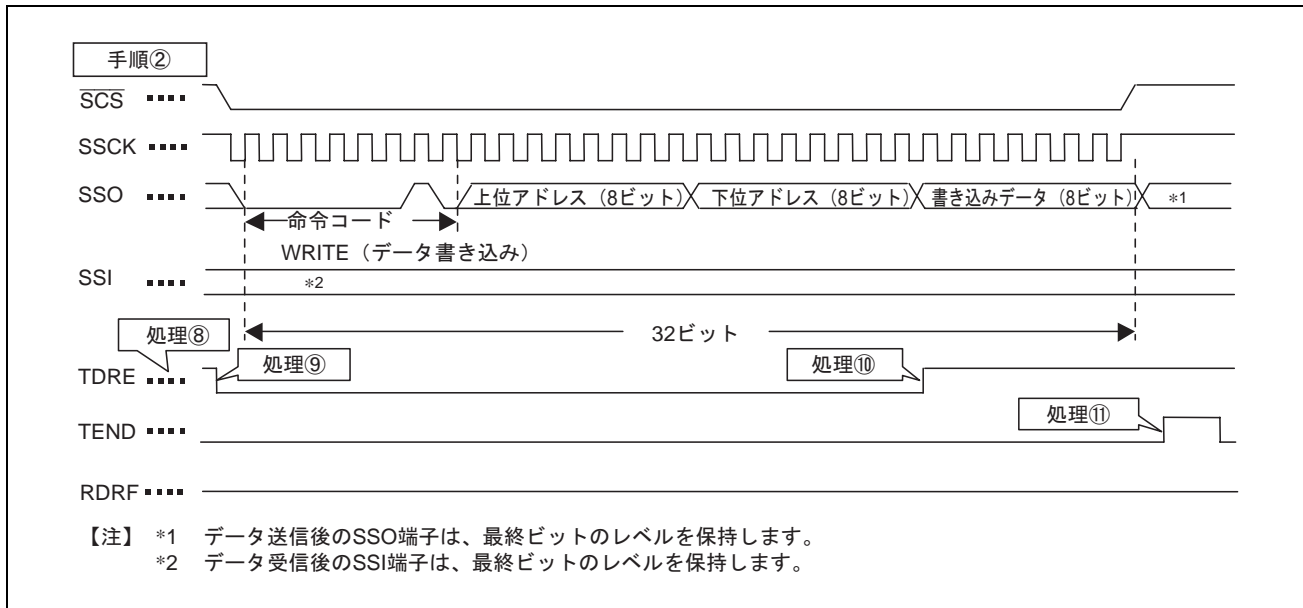

図4 通信内容と動作内容 (データ書き込み)
- 図 4 に通信内容と動作内容を示します。また、表 7 にソフトウェアおよびハードウェア処理内容を示します。